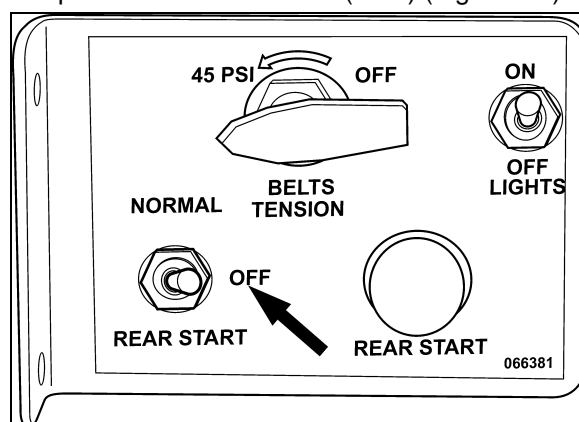

FIGURE 18 : PANNEAU DE DÉMARRAGE ARRIÈRE
2. Ouvrir la porte du compartiment moteur (Figure 18).